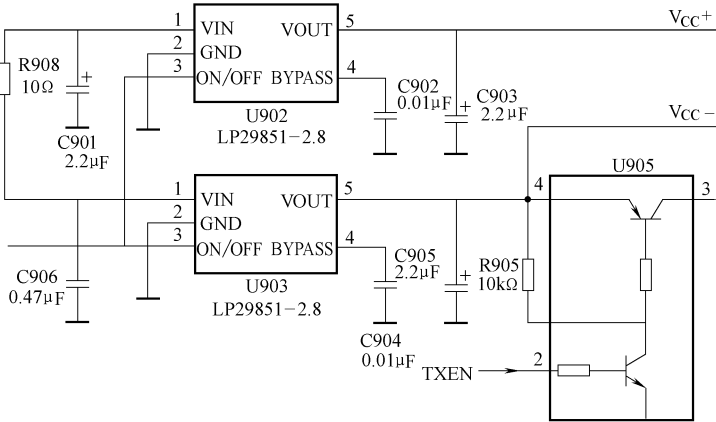

图 5-18 U905 相关电路截图
- 1) U905 第④脚电压来自 U903 (LP29851-2.8) 稳压供电芯片。
- 2) U905 相关电路截图如图 5-18 所示。